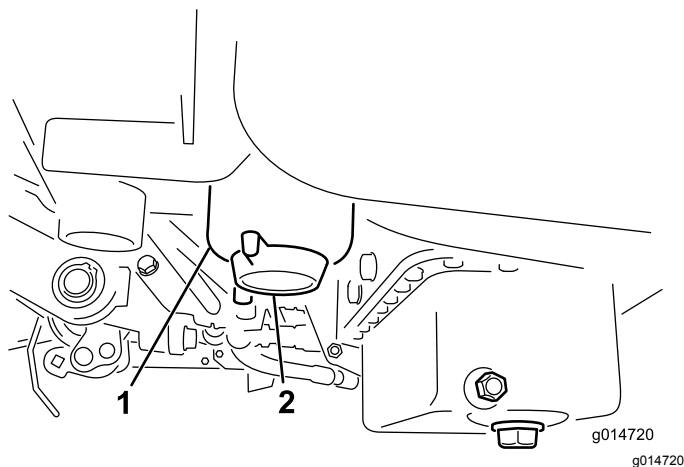

Bild 42
2. Reinigen Sie den Anbaubereich der Filterglocke (Bild 42).
4. Öffnen Sie die Filterablassschraube (Bild 42).